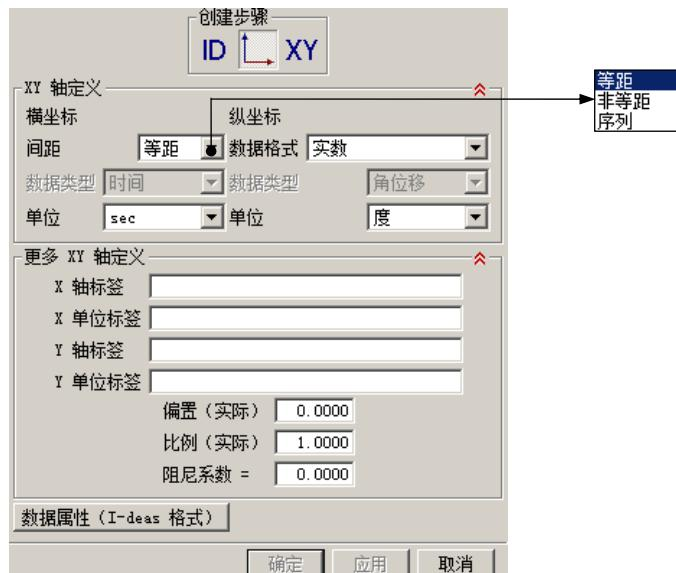

图 7.3.27 “XY 轴定义”界面
④ 在“XY 函数编辑器”对话框中单击“XY 轴定义”按钮 ，在 XY 轴定义 区域的 间距 下拉列表中选择 等距 选项，如图 7.3.27 所示。
- 图 7.3.27 所示的是“XY 函数编辑器”对话框的“XY 轴定义”界面，在该界面中可以编辑函数的横坐标和纵坐标的间距、格式、单位名以及标签等参数。